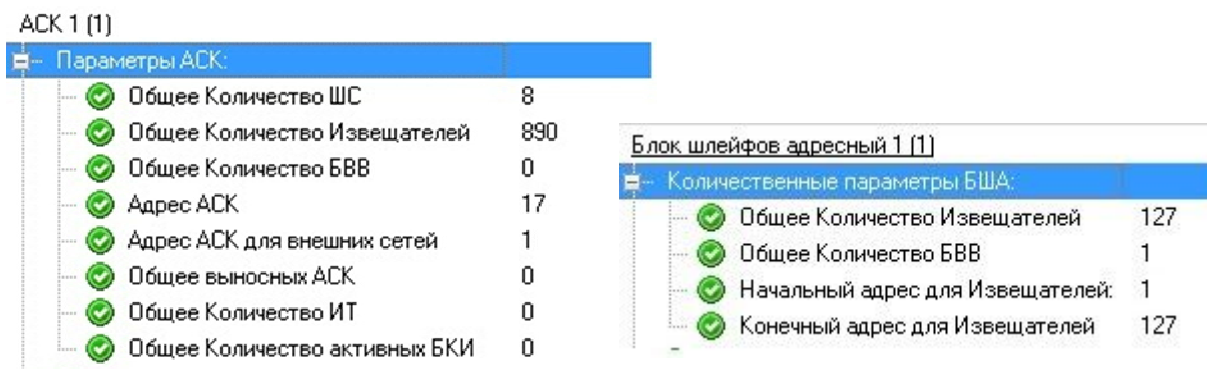

Рис. 6.2 – «количественные характеристики системы» программируются для АСК и БША
Со всех числовых данных только «количественные характеристики системы» (рис.6.2.) являются обязательными к первоочередному программированию, или запоминания с меню ППКП. Если эти данные указаны верно и все компоненты в системе присутствуют (*в правильно смонтированных линиях связи, и им присвоены правильные адреса которые не повторяются*) то, в простейшем случае, систему можно считать запрограммированной и полностью готовой к работе.
**ВНИМАНИЕ ! Важно правильно запрограммировать ВСЕ параметры, если применяется автоматическая адресация ! (рисунок 6.2 справа)**
Для такой системы необходимо только указать правильные «количественные характеристики системы» для всех БША и АСК (рис.6.2.) а также *в правильно смонтированных линиях связи, правильно установить извещатели которым присвоены правильные адреса которые не повторяются.*